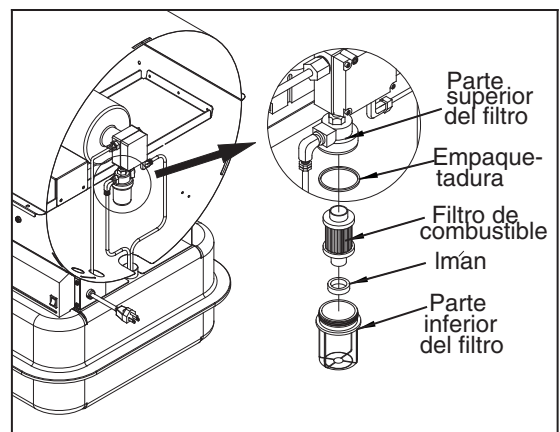

Figura 14. Filtro de la Bomba de Combustible
- Retire el filtro de combustible, la empaquetadura y el imán de la parte inferior del filtro (consulte la Figura 14).